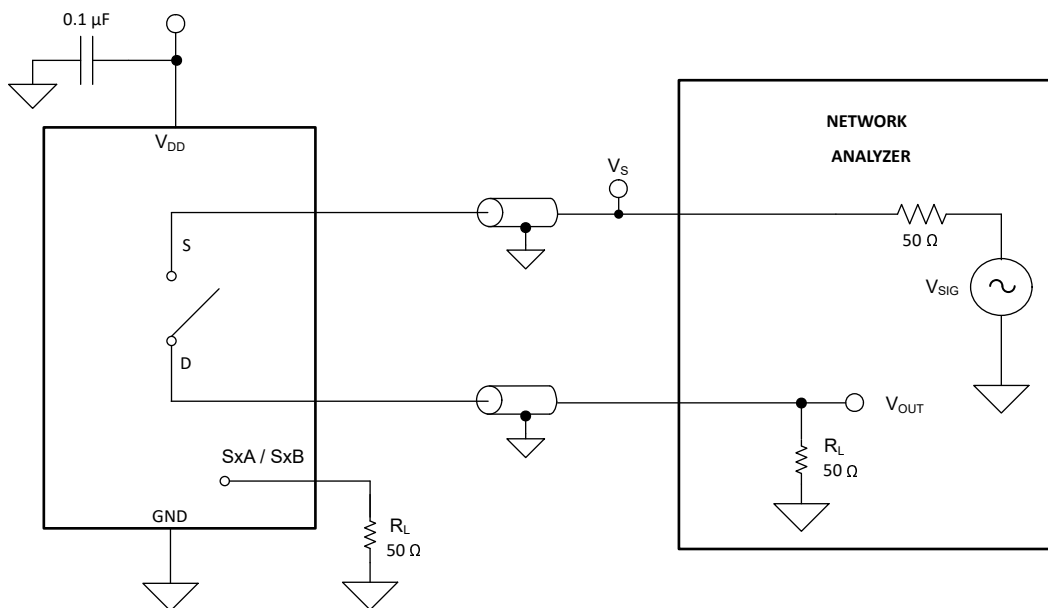

图 7-13. 关断隔离测量设置
关断隔离定义为器件的漏极引脚 (D) 处的信号与关断通道的源极引脚 (Sx) 上施加的信号之比。图 7-13 展示了用于测量关断隔离的设置和用于计算关断隔离的公式。